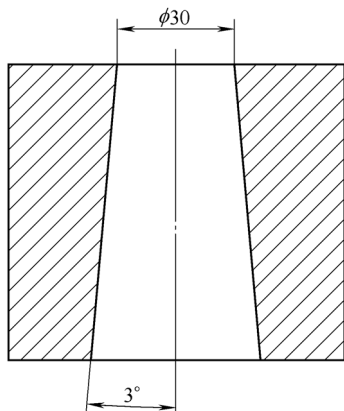
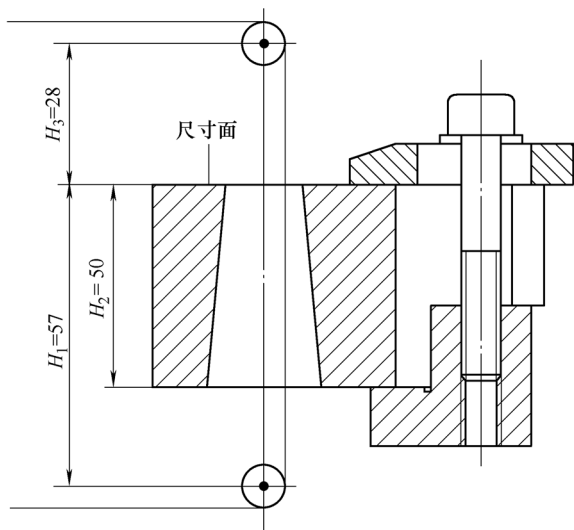

图10 工件图
图11 锥度参数示意图
(2) 编程面在工件上表面锥度参数设置。工件如图10所示，其锥度加工参数设置如下：角度 $\beta = 3^\circ$ （左偏G51或右偏G52请参考相关数控编程书籍）， $H_1 = 57\text{mm}$ 、 $H_2 = 50\text{mm}$ 、 $H_3 = 28\text{mm}$ ，如图11所示。其中，工件装夹完成后，实际测量下导轮到编程面的数值即为 H_1 ，实际测量上导轮到编程面的数值即为 H_3 。如果工件装夹时其下表面与机床工作台面重合，那么高度参数 H_1 就等于厂家给定下导轮到工作